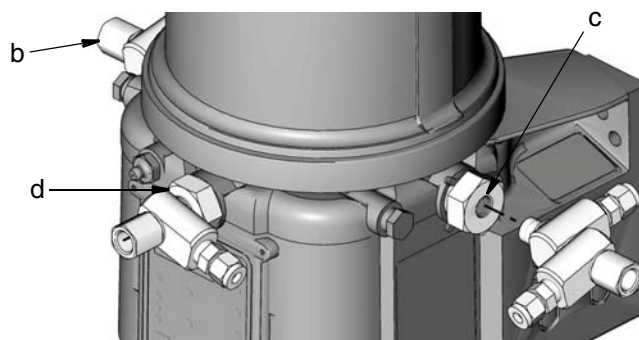

ABB. 8
7. Installieren Sie diese Baugruppe im Pumpenelement (c) auf der rechten Seite der G3-Pumpe (von vorne gesehen). Lassen Sie die Schraube so locker, dass das Ringstück schwenkbar bleibt (ABB. 8).